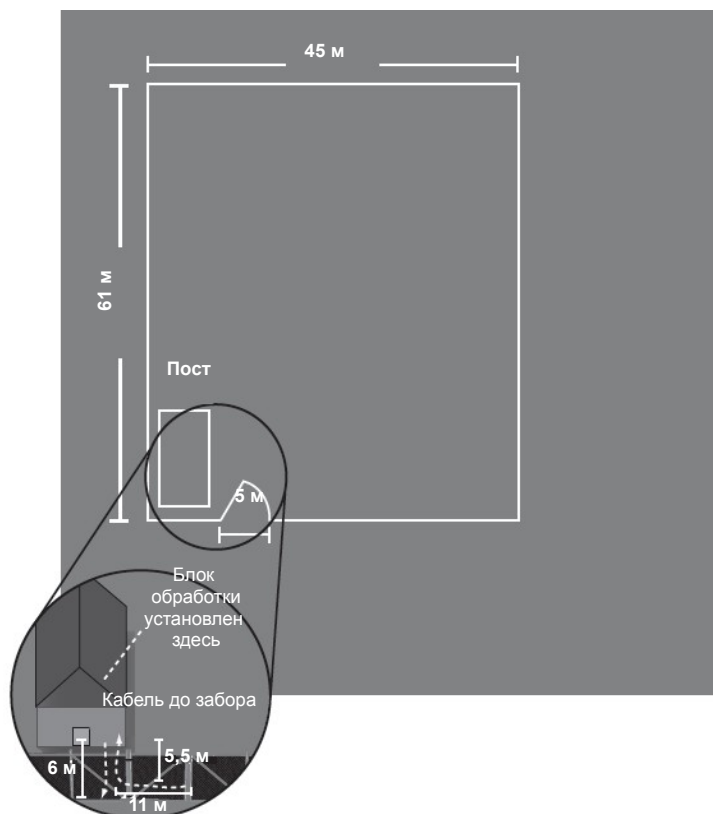

Рисунок 4-3: Иллюстрация к примеру для одной зоны
Предположим, что размер охраняемой территории — 45 м x 61 м и предусмотрены одни распашные ворота шириной 5 м. По всем углам и рядом с воротами расположены укрепленные секции (всего 10 секций), шириной по 3 м каждая. Пост, где размещается блок обработки сигнала, находится на расстоянии 6 м от забора и 11 м от ворот (см. рисунок 4-3).
4. Рассчитайте и запишите длину кабеля, размещаемого между блоком обработки сигнала и забором. Для приведенного примера до забора кабель проложен в жестком кабельном канале, затем он идет по периметру до ворот и возвращается обратно к блоку (см. рисунок 4-3). Таким образом, требуется 22,5 м чувствительного кабеля: